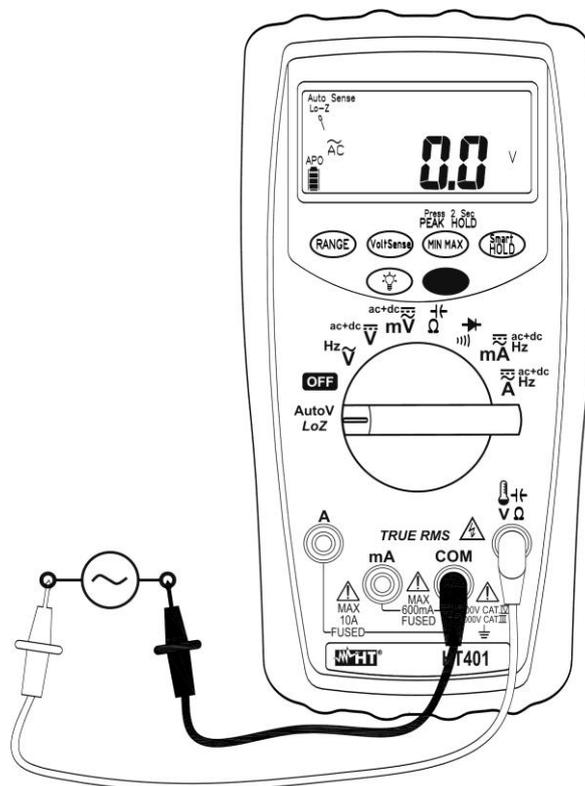

Fig. 4: Uso do instrumento para medir Tensões AC com baixa impedância (LoZ)
3. Colocar as pontes nos pontos pretendidos do circuito em exame (ver a Fig. 4). O valor da tensão é mostrado no display